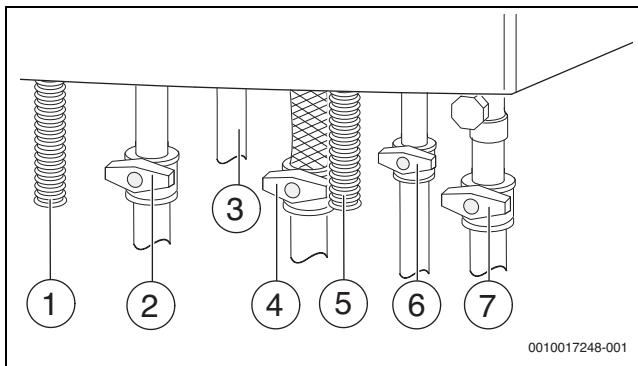

Fig. 32 Răcordini pe partea de gaz și apă (accesori)
- Deschideți robinetul pentru apă rece (→ fig. 32) și, apoi, un robinet pentru apă caldă, până când curge apă.
- Deschideți robinetul pe turul încălzirii și cel pe returnul încălzirii (→ fig. 32).